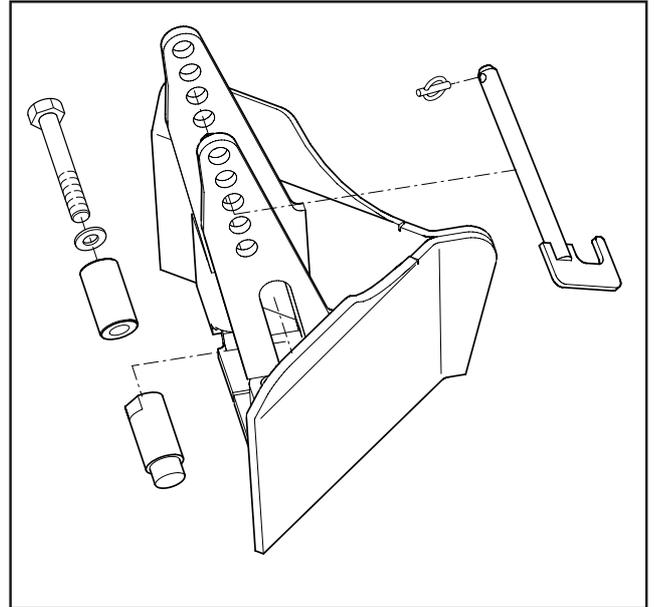

Fig. 12.7
12.5.4 Klutenräumer (Fig. 12.7) für Contour-Säaggregat, Best.-Nr.: 921 206